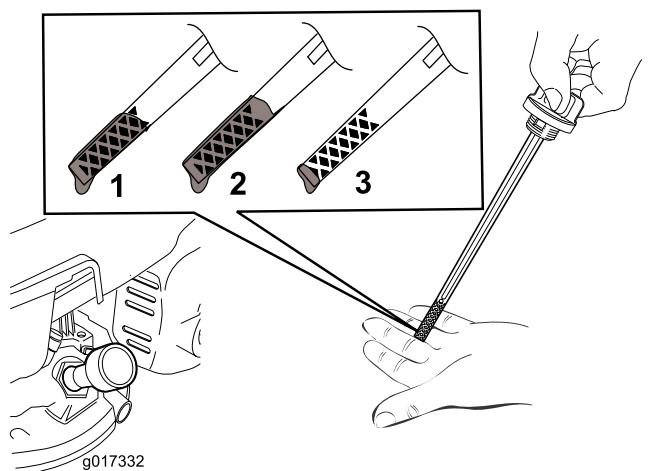

Figura 11
5. Para determinar el nivel de aceite correcto, consulte Figura 11.
Nota: Llene el cárter con aceite hasta que la varilla indique que el nivel del aceite del motor es correcto, según se muestra en Figura 11. Si usted llena demasiado el motor, vacíe el exceso de aceite siguiendo las instrucciones de la sección Cómo cambiar el aceite del motor.